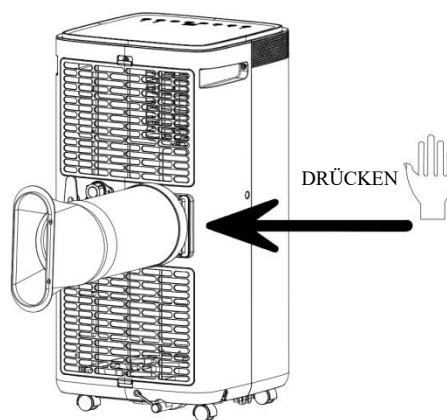

Abbildung 1
1.1 Installieren Sie die Wärmerohrbaugruppe (wie in Abb.1 dargestellt)
- 2) Führen Sie die Wärmerohr-Baugruppe (das Ende der Auslassverbindung) in den Entlüftungsschlitz der Rückwand ein (nach links schieben) und schließen Sie die Baugruppe ab (wie in Abbildung 1 dargestellt)